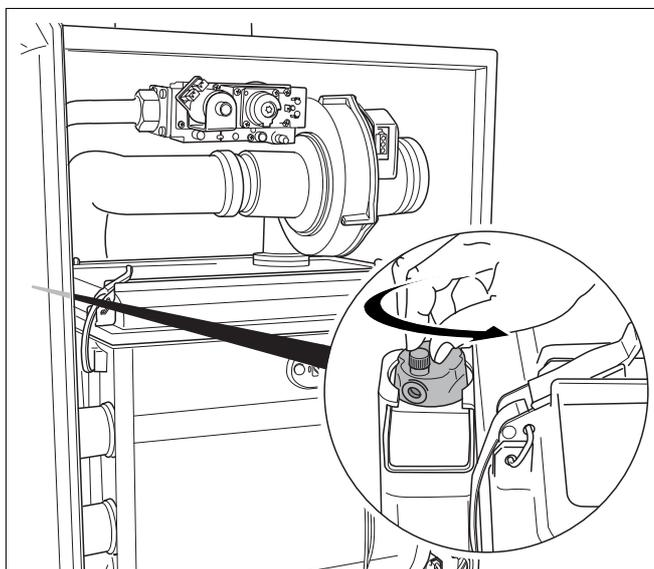

Fig. 46 Aprire il disaeratore automatico
La caldaia è dotata di disaeratore automatico (fig. 46) che serve per lo sfiato della caldaia.
- Allentare di un giro la calotta di protezione al disaeratore automatico (fig. 46).